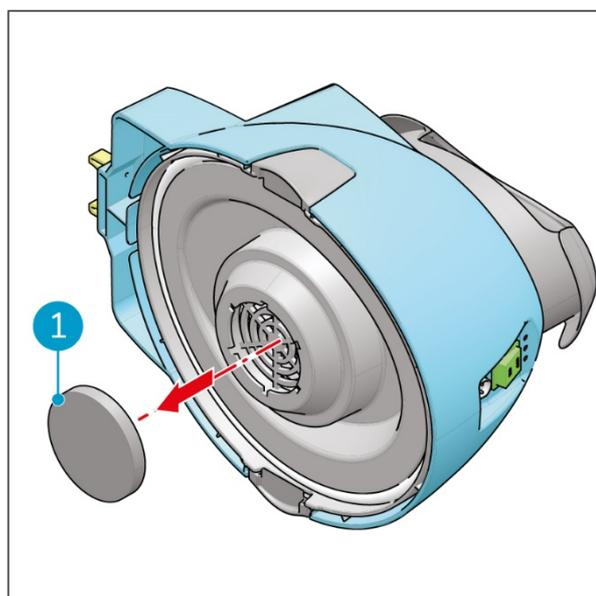

Figure 23
6. Retirez l'ancien filtre du moteur (Figure 23, pos. 1).
7. Placez le nouveau filtre du moteur (Figure 23, pos. 1).